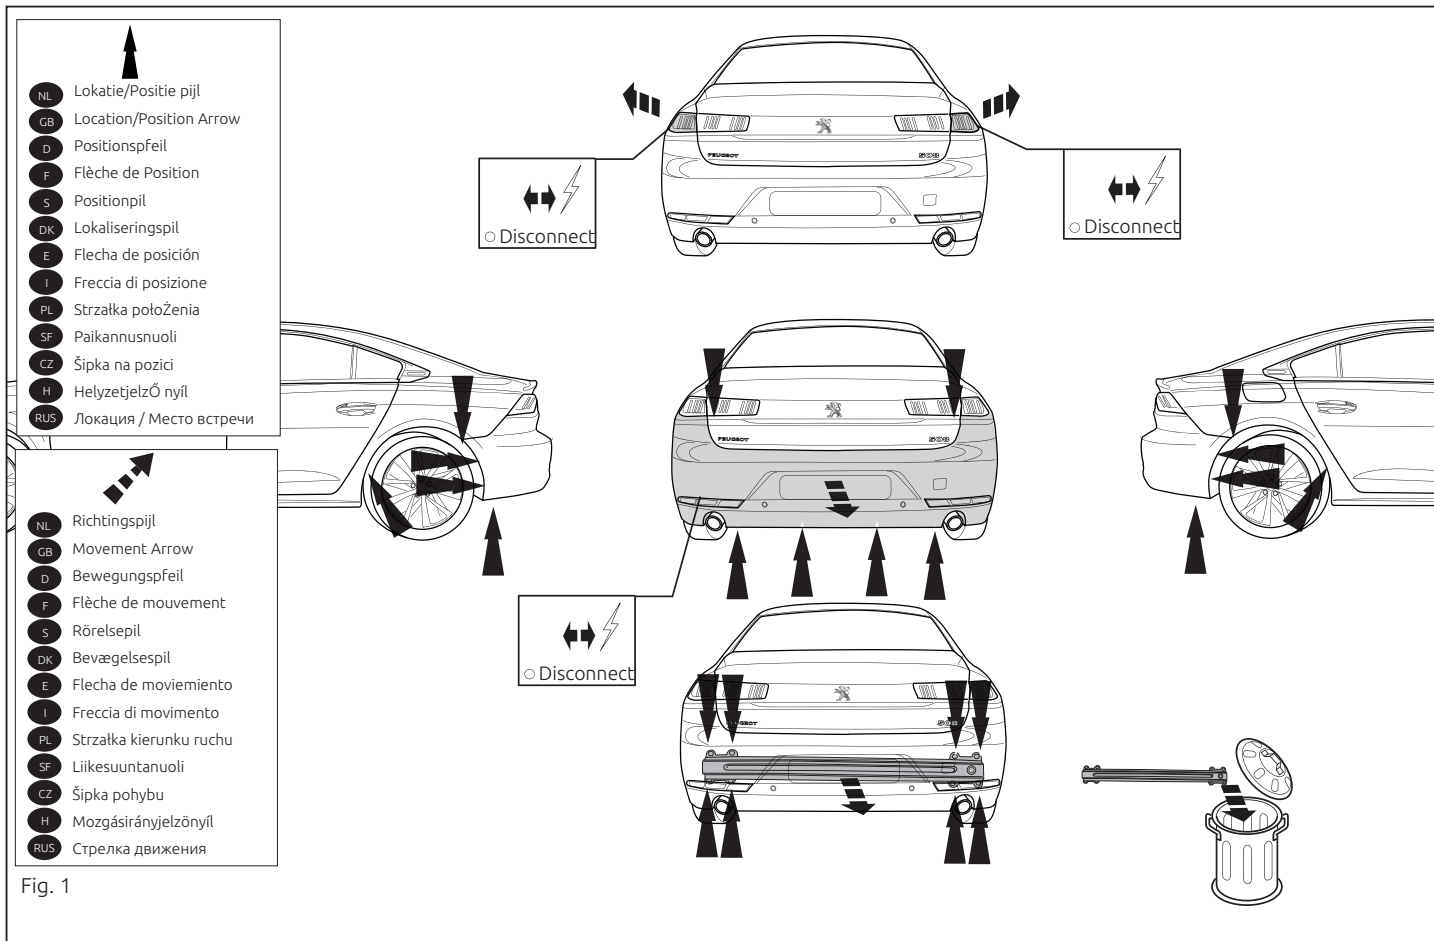

Fig. 1
брусом автомобиля. Буферный брус больше не понадобится. См. рисунок 1.
7. Герметизировать обозначенные части (см. рис. 1)